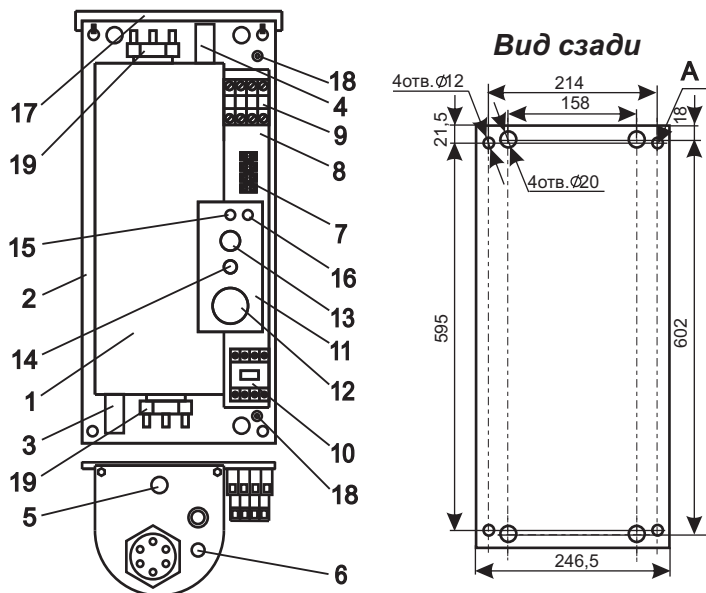

Рисунок 1 (кожух не показан):
4.1 Приборы ЭВАН-С1 -3; -4; -5; -6; -7,5; -9; -12; -15; -18; -24; -30 в соответствии с рис. 1 состоят из следующих основных частей:
- котла (1) с входным (3) и выходным (4) патрубками G 1¹/₄, датчиком терморегулятора (6), аварийным самовозвратным термовыключателем (5), отключающим прибор при 92° С, и блоками трубчатых электронагревателей (ТЭН) (19);
- панели (2) с зажимом заземления (18) для подключения защитного проводника РЕ;
- кронштейна (8) с размещенными на нем зажимом клеммным (7) для подключения циркуляционного насоса и датчика температуры воздуха, пускателем (10), элементами управления и сигнализации расположенными на панели управления (11):
- сигнальной лампы "НАГРЕВ" (14);